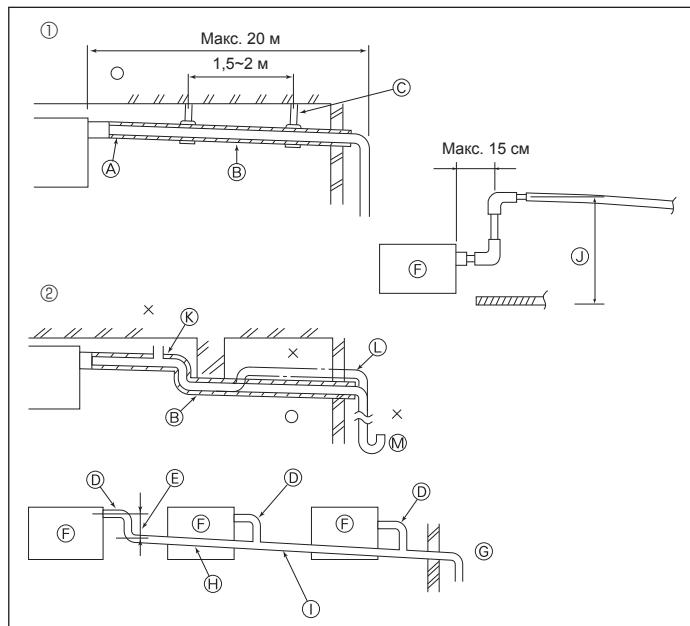

Fig. 3-1
3.1. Работы по установке дренажной трубы (Fig. 3-1)